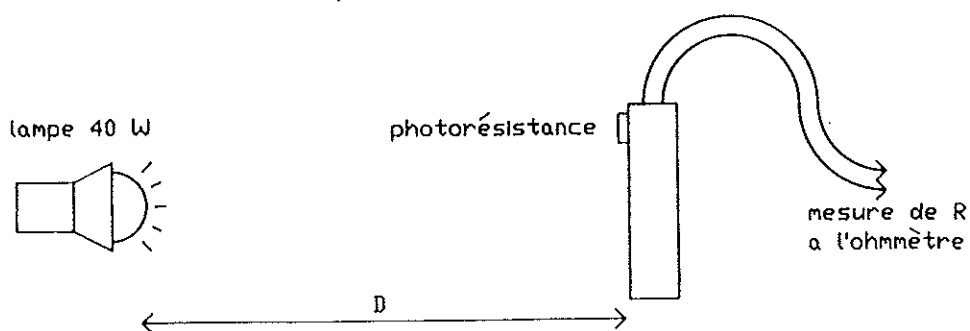

figure 26 : Mesure de la résistance R en fonction de l'éclairement
- éclairer la photorésistance avec la lampe; D désigne la distance qui sépare la lampe de la photorésistance (figure 26).